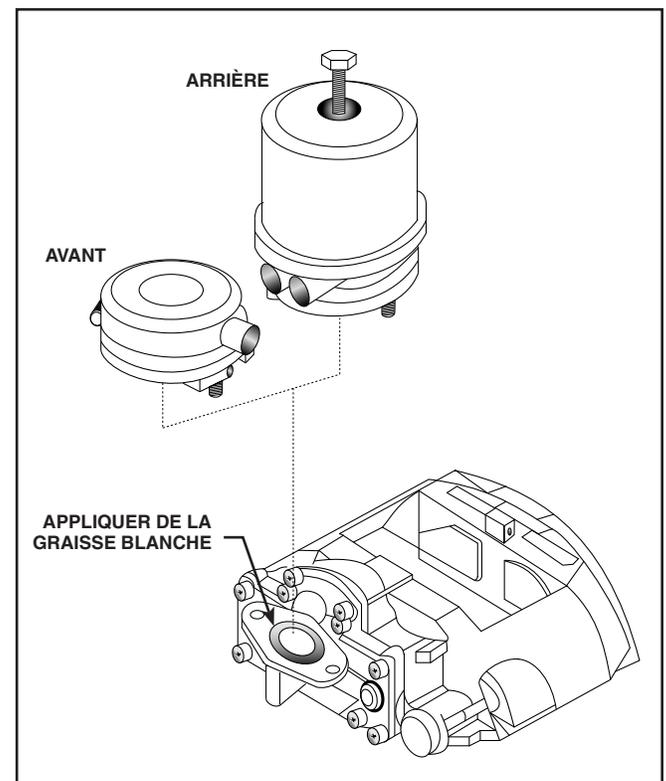

Figure 8 - Installation des chambres de frein avant et arrière
1. Avant d'installer la chambre de frein, nettoyer la surface d'étanchéité et appliquer de la graisse blanche (tel que Renolit HLT2 ou un équivalent), à la bague de réglage sphérique dans le levier. Voir Figure 8.